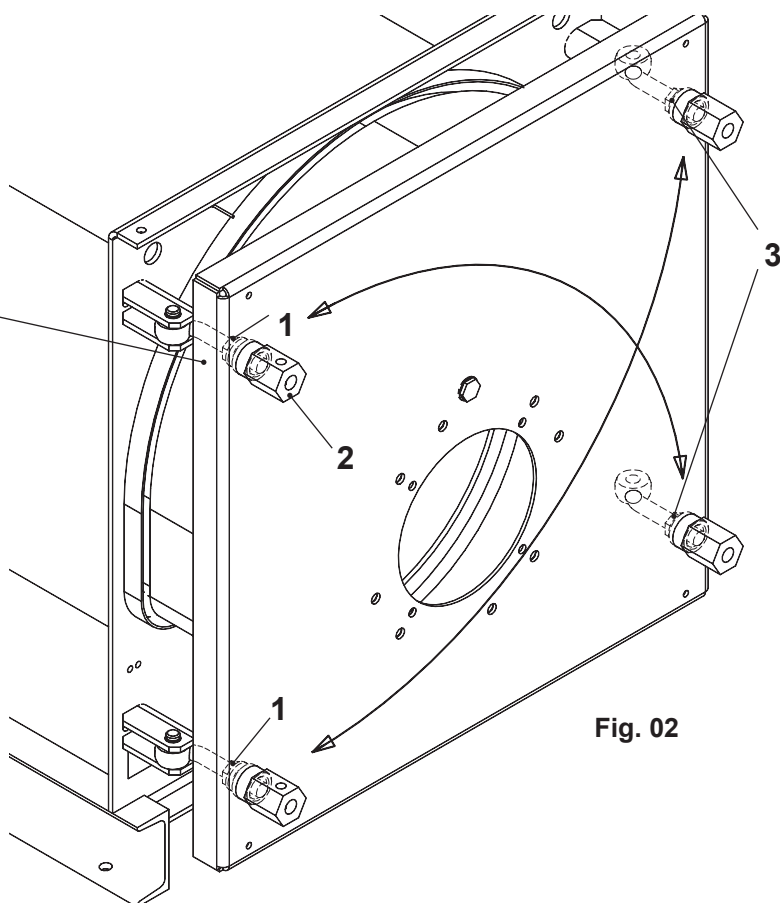

Fig. 02
1. Bien visser à la bride pour le pivot les contre-écrous inférieur et supérieur (1, Fig. 02).
2. Monter les boulons (2) avec le trou en diagonal sur le nouveau côté d'ouverture, c'est à dire:
3. Ouvrir le contre-écrou (3) et le dévisser d'environ 1cm.